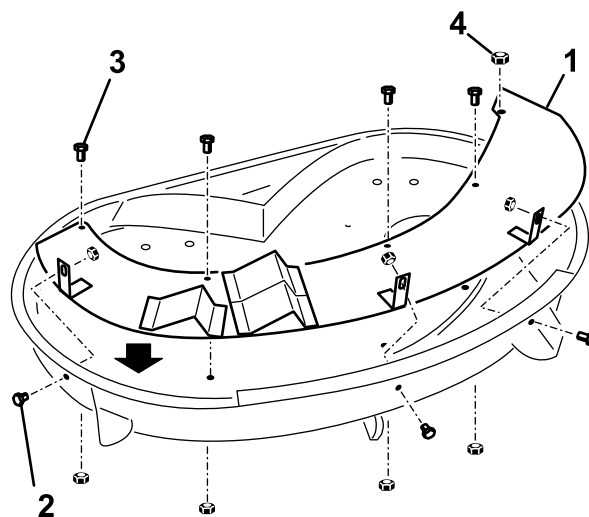

Bild 2
1. Montieren Sie das obere Ablenkblech. Die Zungen müssen zum Mähwerk zeigen, siehe Bild 2. Stellen Sie sicher, dass das Gewinde der Auswurfkanalstange durch das Loch am Ablenkblech gedreht ist.